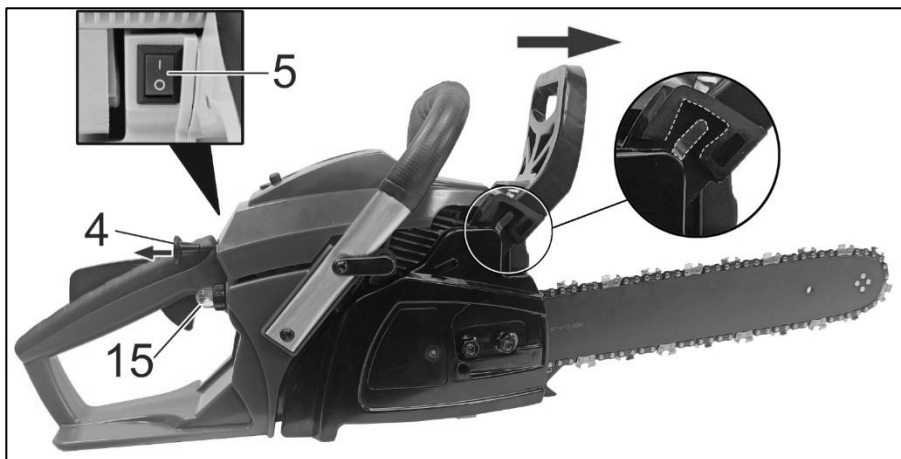

Fig. 18
Avant de lancer le moteur, assurez-vous que le levier du frein de chaîne est activé en poussant le levier du frein de chaîne vers l'avant (Fig.18).
2) Mettez l'interrupteur marche-arrêt en position « I » (position marche) (Fig.18 pièce.5).
3) Tirez le levier du starter en position fermée. (Fig.18 pièce.4).
4) Pressez la pompe à carburant jusqu'à ce que la bulle soit complètement remplie de carburant. (Fig.18 pièce.15)